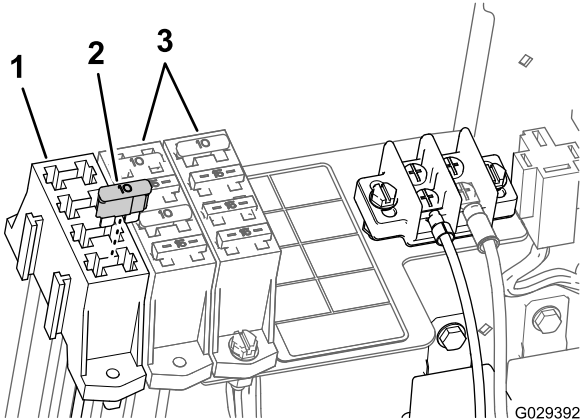

图24
- 将 15A 保险丝安装在您在辅助保险丝盒中找到的插槽中（图24）。